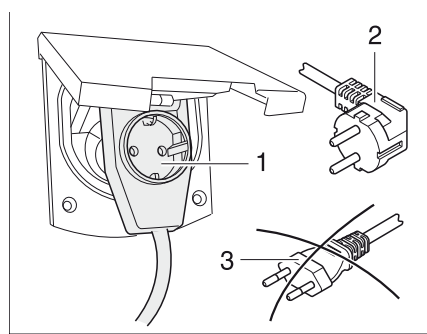

Bild 298 Anslutning till en vinkelkontakt med uttag
- ▶ Om en CEE 17 vinkelkoppling med uttag på baksidan (Bild 298,1) används, ska endast en gummerad och förseglad IP 44-kontakt med jordad kontakt (Bild 298,2) användas. Använd inte någon kontakt utan jordad kontakt (Bild 298,3). Risk för strömstöt!